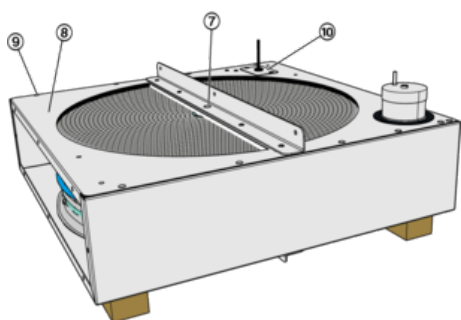

Abb. 50: RWT
12. ► Blech (Abb. 50/8) mit Schrauben (Abb. 50/9) um wieder montieren. Mittelschraube (Abb. 50/7) mit Schraubensicherung (z.B. Loctite 243) einschrauben. Deckel (Abb. 50/10) am Sensor wieder montieren und Position des Sensors prüfen.